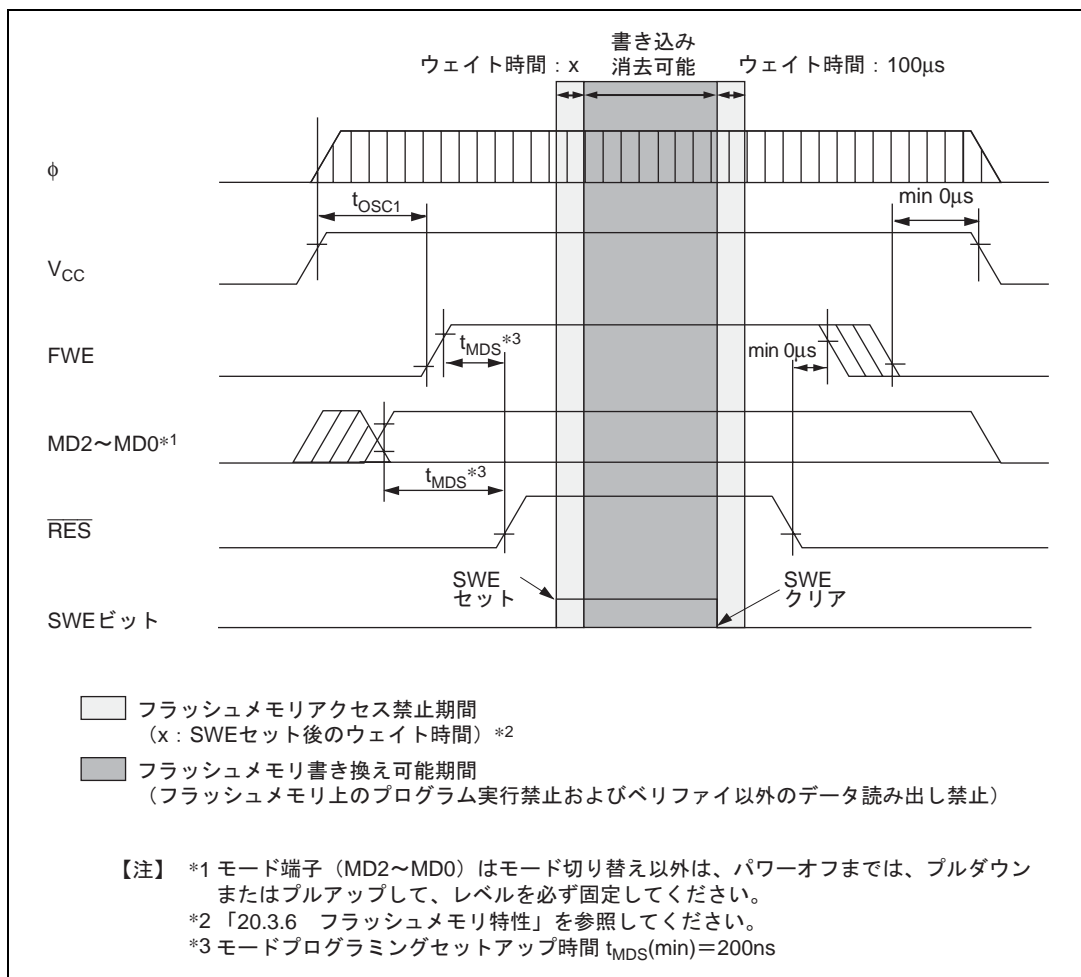
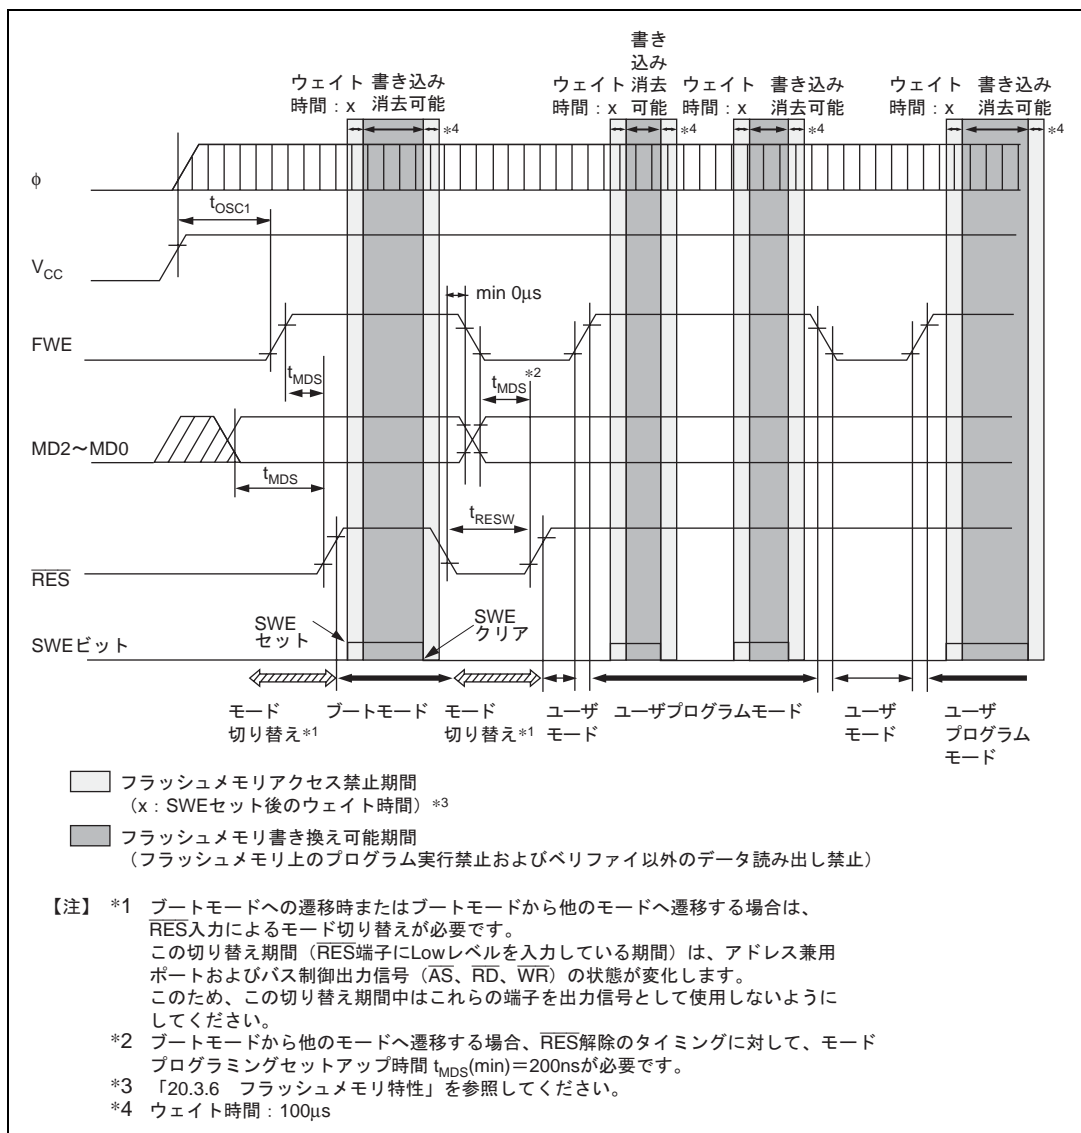

図 17.30 電源投入/切断タイミング (ブートモード)
図 17.32 モード遷移タイミング
(2) 電源投入 / 切断時の注意 (図 17.30 ~ 図 17.32 参照)
(3) FWE の印加 / 解除の注意 (図 17.30 ~ 図 17.32 参照)